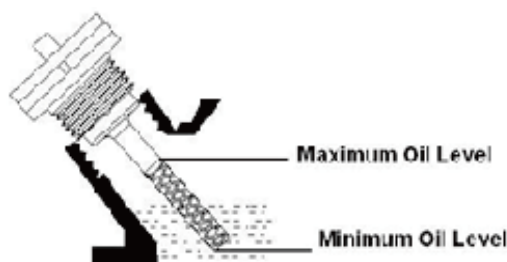

Рисунок 4
- * Снимите крышку заливной горловины и начисто протрите щуп. См. рис. 4.
- * Чтобы проверить уровень масла, вставьте щуп в маслоналивную горловину, не вкручивая его. См. Рисунок 4.